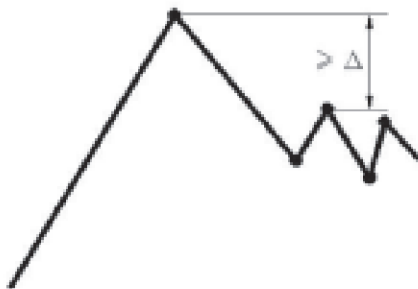
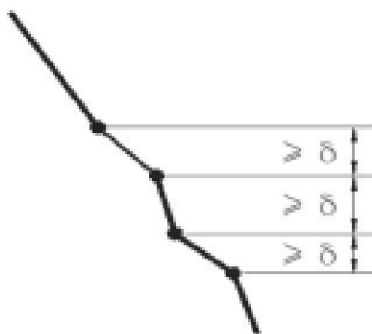

图 1
图 2
1. 当只勾选与最大力差值条件下的判破，连续N个点与最大力的差值大于  $\Delta$  时，即判断破碎。如图1。
2. 当只勾选相邻点差值条件下的判破，该条件下与最大力没有关系，当从某一个点开始连续N个点之间的差值大于  $\delta$  时，即判断破碎。如图2。
4. 当与最大力差值和相邻点差值同时勾选且下拉框选择满足一个即可时，当从某一个点开始连续N个点与最大力差值大于  $\Delta$  或者相邻点差值大于  $\delta$  时，即判断破碎。如图1或图2。